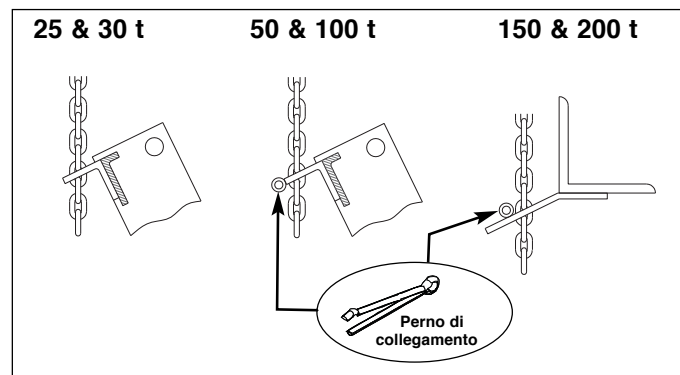

Figura 1, Catena e gancio di sollevamento.
1. Aprire l'Hydra-Lift® o la valvola di scarico della pompa a mano (I) per estendere completamente il pistone.
2. Fare scorrere la catena di sollevamento (J) nel gancio sul basamento/piano di appoggio della pressa come illustrato in Figura 1. Installare il perno di collegamento (solo per i modelli da 50, 100, 150 e 200 ton).
1. Abra la válvula de seguridad del Hydra-Lift® o de la bomba manual (I) para extender totalmente el vástago.
2. Deslice la cadena de elevación (J) en el gancho de elevación sobre el asiento/travesaño de la prensa como se muestra en la Figura 1. Instale el pasador de cierre (solo para los modelos de 50, 100, 150 y 200 toneladas).